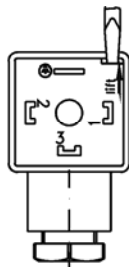

Abb. 8
- ⇒ Drücken Sie das Innenteil (Pos. 8) der Leitungsdose mit Hilfe eines Schraubendrehers oder eines ähnlich geeigneten Werkzeuges heraus (Abb. 8).